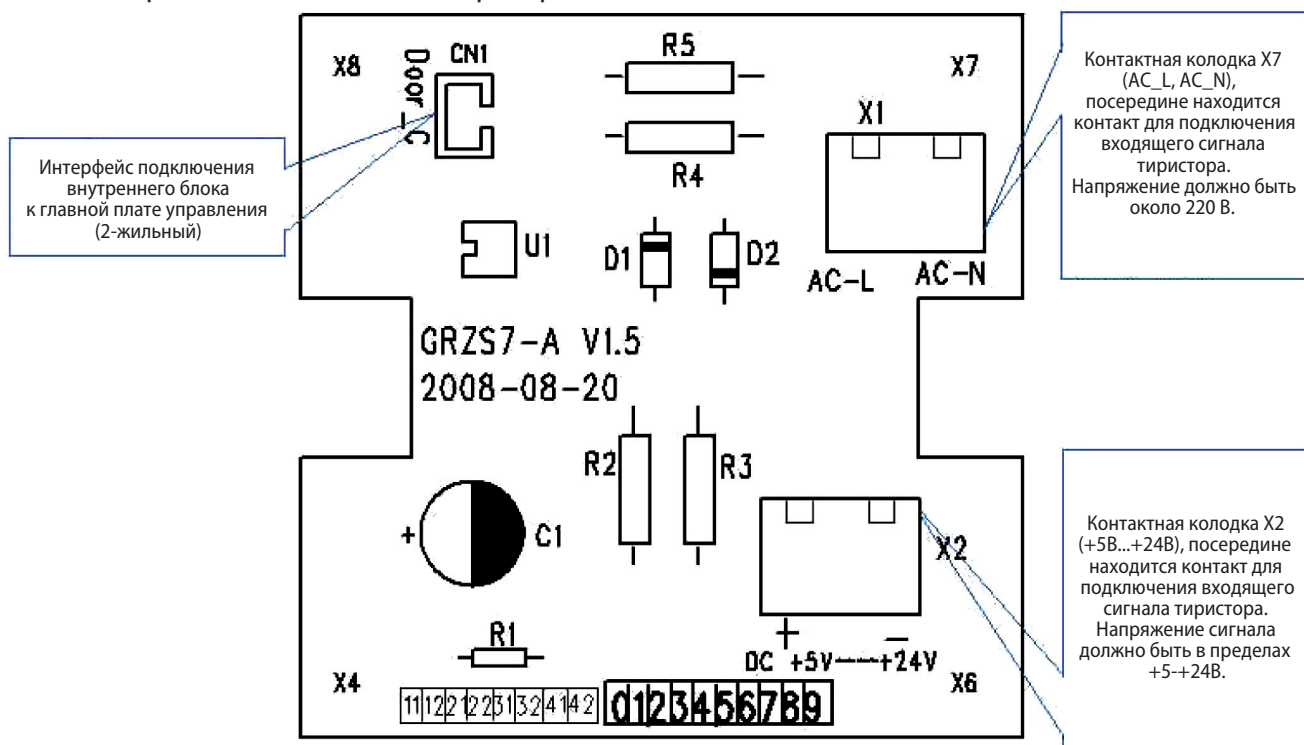

Рис. 7.14
**7.3.3 Схема разъемов блока ключа-карты (рис. 7.14)**